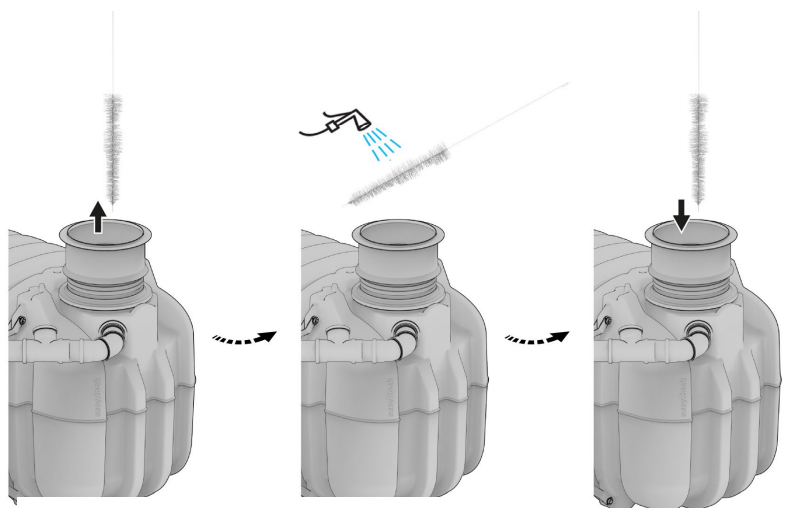

Fig. 53: Nettoyage du préfiltre
4. Tenir la brosse filtrante au-dessus du regard ouvert de la cuve de prétraitement et la nettoyer avec un jet d'eau (voir Fig. 53)